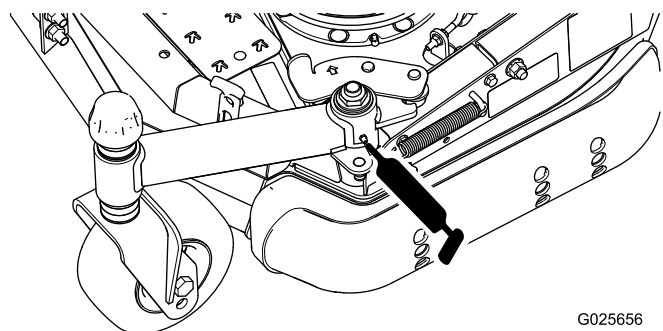

Figura 19
- Perno del braccio della ruota orientabile pieghevole (1) (Figura 19)